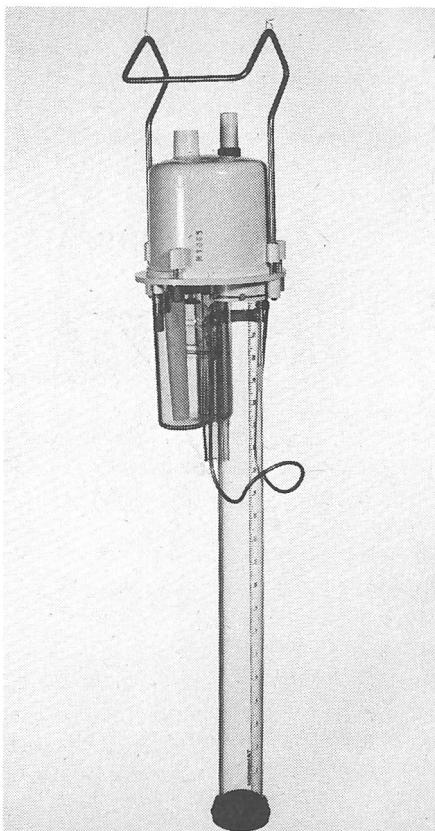

Abb. 1. Milkoscope I – Nur vorhandene, eingeführte Geräte sind zugelassen. Neu eingeführte Geräte sind nicht zugelassen.
- **Milkoscope I** (Abb. 1) bei vorhandenen Geräten, jedoch nicht bei Neuanschaffungen